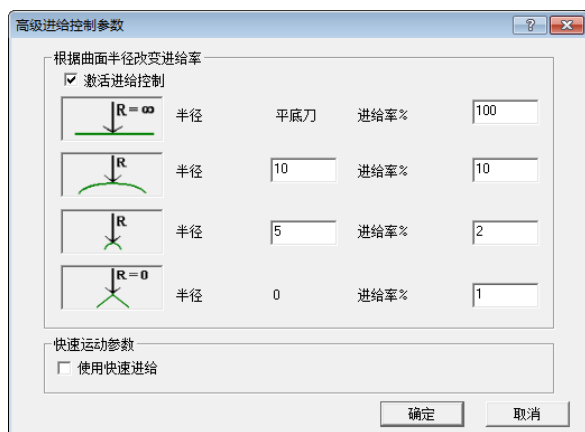

图 2-328 “高级进给控制参数”对话框
6) 进给率。进给率用于设置刀具路径在不同位置的进给速度。勾选该复选框，单击“进给率”按钮，弹出“高级进给控制参数”对话框，如图 2-328 所示。